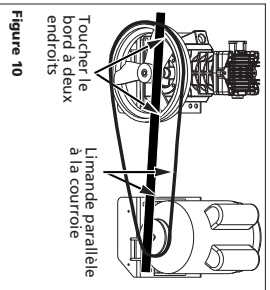

Figure 10
4. Pour aligner la courroie, placer une limande contre la face du volant, touchant le bord à deux endroits (Voir Figure 10).
5. Ajuster le volant ou la poulie du moteur afin que la courroie soit parallèle à la limande (Voir Fig. 10).